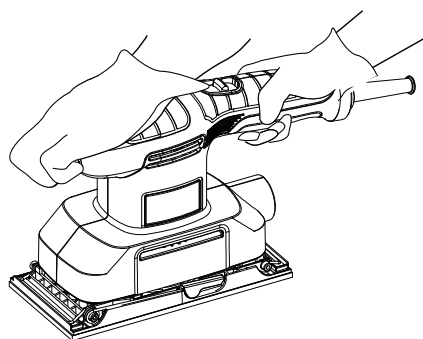

Fig. 18
- > Maintenez le produit avec une main sur la poignée (5) et l'autre main sur la surface de préhension (2) (Fig. 18).